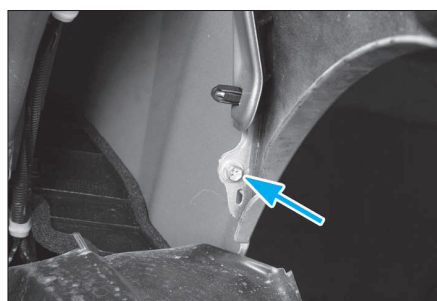

FIG. 7
- De chaque côté, déposer les vis de fixation latérales (7) (fig. 7).